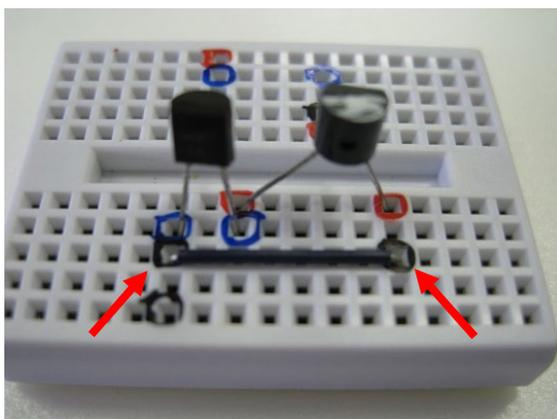

図3-4 ジャンパー線の取り付け
- ③ ジャンパー線^{せん}でトランジスタとメロディーICをつなぎます。(図3-4)